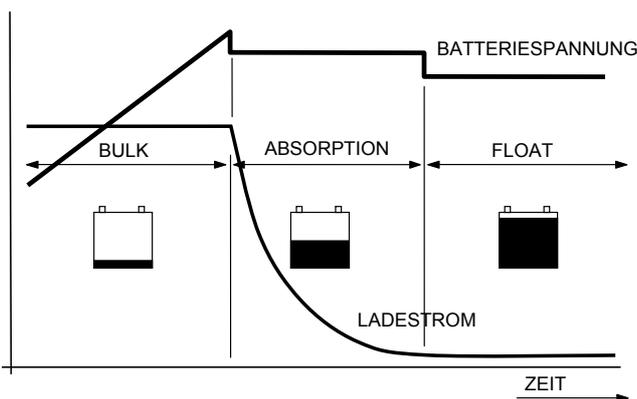

Abbildung 2: Dreistufen-Ladesystem
Siehe Abbildung 2. Die erste Stufe des Dreistufen-Ladesystems ist die BULK Phase (A). Hier ist der Ausgangsstrom des Batterieladers 100% und der größere Teil der Batteriekapazität wird schnell geladen. Der Strom lädt die Batterien und die Spannung steigt allmählich auf die Ausgleichsspannung von 14,4V (12V-Modelle) oder 28,8V (24V-Modelle) @ 25°C / 77°F.